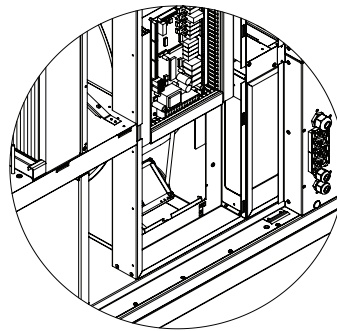

Abb. 16
- Entfernen Sie den Deckel der Revisionsöffnung (s. Abb. 16)